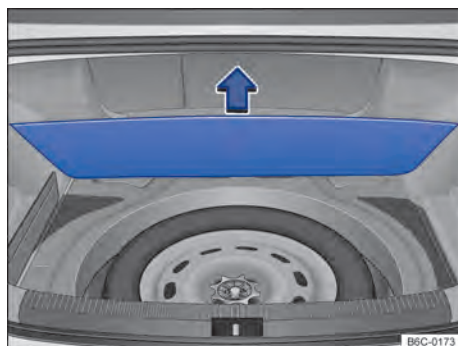

Fig. 164 No compartimento de bagagem, sob o revestimento de assoalho: roda de emergência e ferramentas de bordo.
As ferramentas de bordo e a roda de emergência estão localizadas no compartimento de bagagem, sob o revestimento do assoalho → Fig. 164.
- Levantar o revestimento do compartimento de bagagem → Fig. 164.